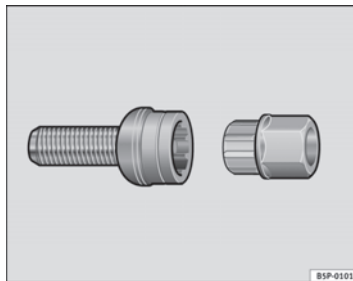

Fig. 200 Tornillo antirrobo de la rueda
- Coloque el adaptador hasta el tope en el tornillo antirrobo de la rueda ⇒ fig. 200.